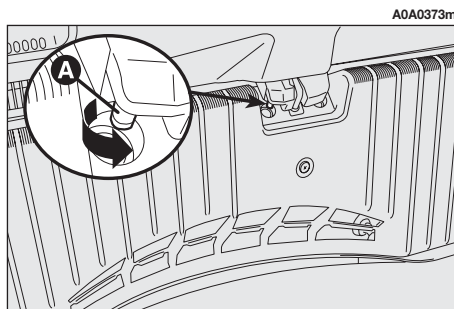

fig. 129
- pour obtenir le déblocage mécanique du hayon, en agissant à l'intérieur du coffre à bagages, agir sur le levier (A-fig. 129) comme illustré.